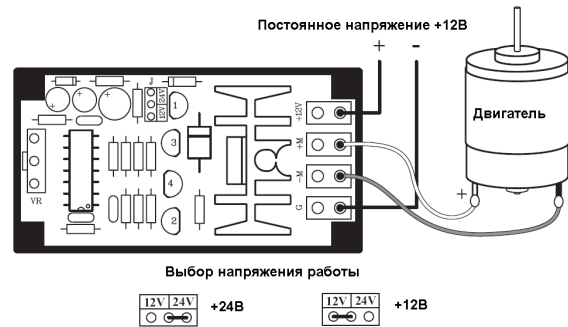

Рис.3. Схема подключений
Расположите устройство согласно Рис.3.
Рабочее напряжение устройства должно соответствовать подключенной нагрузке (например, для работы **12-ти вольтового** двигателя рабочее напряжение должно быть **12В**) и подаваться на модуль в соответствии со схемой подключений на рис.3.
1. Подсоедините к устройству внешние элементы согласно **Рис.3** (в качестве нагрузки подключите, например, лампу накаливания 12В).